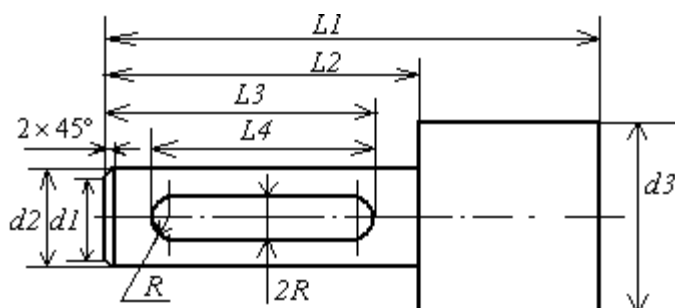

Рис. 1 Деталь типа «Вал»
**Задача №1.** Разработать *EXPRESS*-модель чертежа детали «Вал» (рис. 1). Размеры для различных вариантов указаны в Таблице 1.